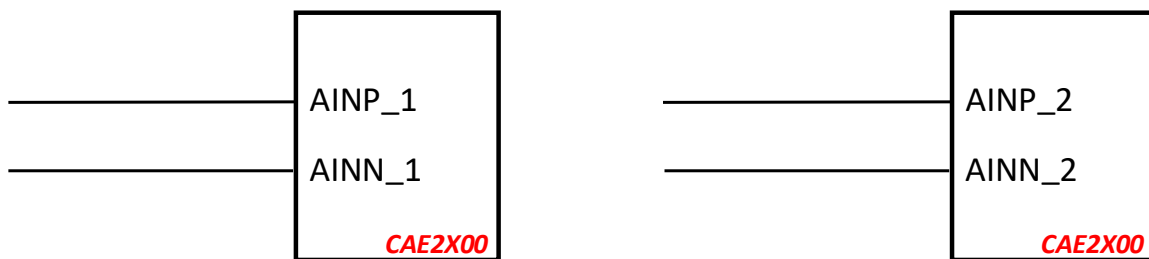

图 8-3. 模拟信号输入管脚直流 (DC) 耦合连接示意图
如图 8-3 所示，当直流 (DC) 耦合连接时，模拟信号输入管脚可以直连模拟前端的差分输出（例如差分运放输出），但该模拟前端的差分输出共模电压需为 0.45V。